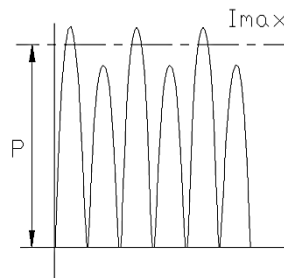

Bild 2:
- unzulässige Einstellung (Bild 2)